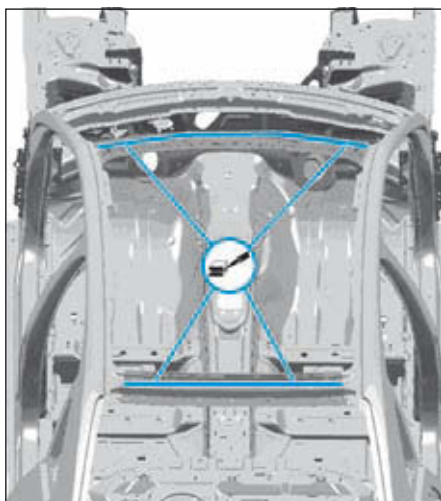

FIG.70
- Appliquer la colle de montage sur le cadre de pavillon (Fig.70).